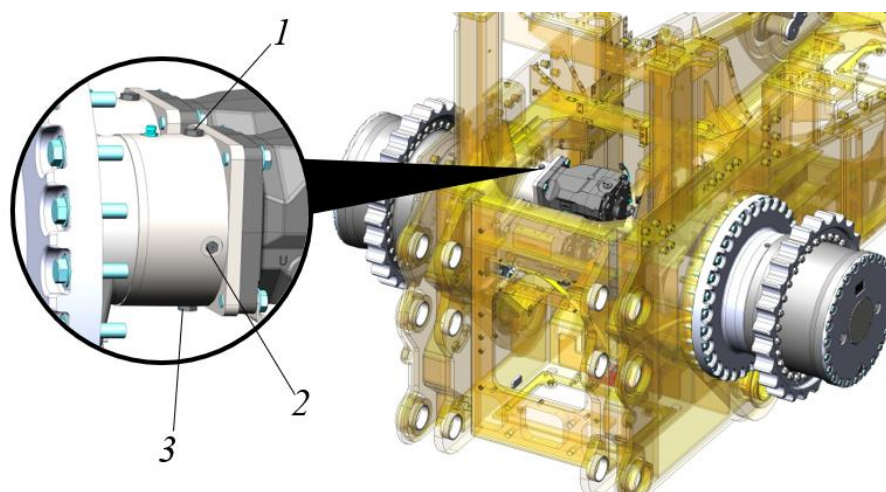

Рисунок 5.148. Слив масла с тормозного устройства
- ▶ Ослабить резьбовую пробку наливного отверстия 1, рис. 5.148, для сброса избыточного давления.
- ▶ Нормальным (необходимо-достаточным) считается уровень, когда масло слегка вытекает или его уровень находится на уровне контрольного отверстия. Если уровень масла не соответствует нормальному, произвести его дозаправку. Дозаправку маслом производить через наливное отверстие пробки 1, рис. 5.148 (пп. Замена масла в тормозном устройстве). Наименование масла см. п. 5.2.1 Заправочные объемы смазочных материалов.
- ▶ Очистить поверхность тормозного устройства в местах расположения пробок для контроля, слива и заправки масла 1, 2 и 3 от загрязнений, рис. 5.148.
- ▶ Ослабить (не выкручивать полностью) пробку наливного отверстия 1, рис. 5.148 для сброса избыточного давления.
- ▶ Выкрутить резьбовую пробку для слива масла 3. Для ускорения процесса слива масла выкрутить контрольную 2 или заливную 1 пробки, см. рис. 5.148.
- ▶ Через отверстие 1 заправить тормозное устройство маслом. Заправку производить до момента, пока из контрольного отверстия 2 не начнет вытекать масло наружу, см. рис. 5.148. Объем и наименование заправляемого масла см. п. 5.2.1 Заправочные объемы смазочных материалов.